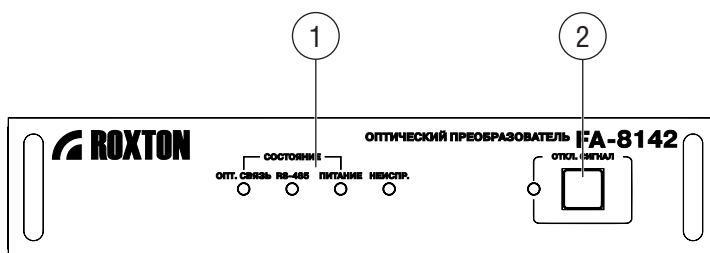
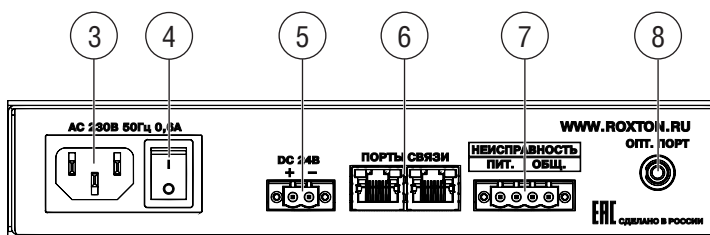

Рисунок 1 — Передняя панель преобразователя
Рисунок 2 — Задняя панель преобразователя
1.4.13.3 «Рабочий режим» является основным режимом работы устройства. После начальной инициализации блок готов к работе. Сигнал, поступающий на прибор через ПОРТЫ СВЯЗИ (рис. 2, поз. 6), проходит процесс преобразования. Аналоговые аудио сигналы оцифровываются и вместе с управляющими командами передаются на оптический порт. Одновременно с передачей осуществляется процесс приема сигнала от удаленного преобразователя. Принятый сигнал проходит процесс обратного преобразования в три аналоговых аудио сигнала и один цифровой (RS-485).
1	Индикаторы работы и неисправности отображают следующую информацию: - индикатор опт. связь отображает наличие или отсутствие оптической связи с удаленным блоком. - индикатор RS-485 отображает наличие или отсутствие обмена данными с оборудованием, подключенным к портам связи (рис. 2. поз. 6) - индикатор ПИТАНИЕ отображает состояние основного и резервного источника питания. - индикатор НЕИСПРАВНОСТЬ при возникновении любой неисправности начинает мигать желтым цветом.
1.4.13.4 «Режим тестирования» является сервисным. Для перехода в режим тестирования световой и звуковой индикации необходимо нажать и удерживать в течение 3 секунд кнопку ОТКЛ. СИГНАЛ (рис. 1, поз. 2), прибор начнет поочередно мигать светодиодами и издавать звуковой сигнал со встроенного зуммера до тех пор, пока не проверит состояние всех световых индикаторов. Во время тестирования индикации работа оптического моста не нарушается.
1.4.14 В устройстве преобразователя реализована функция контроля неисправностей с индикацией (рис. 1, поз. 1) и выдачей сигналов на оборудование подключенное к клеммам (рис. 2, поз. 7). Блок может выдавать следующие сигналы:
2.3.2 Подключение внешних блоков устройства контроля осуществляется к клеммам НЕИСПРАВНОСТЬ (рис. 2, поз. 7), принимающие сигналы типа “сухой контакт”.
2.3.7 Подключите изделие к сети основного питания AC 230 В/50 Гц (рис. 2, поз. 4) шнуром питания, входящим в комплект поставки. Затем включите блок выключателем (рис. 2, поз. 3).
2.3.8 В случае необходимости изделие может быть подключено к резервному источнику питания, подключение осуществляется к клеммам 24 В (рис. 2, поз. 5). В качестве резервного источника питания могут использоваться аккумуляторные батареи или отдельный блок питания на DC 24 В.